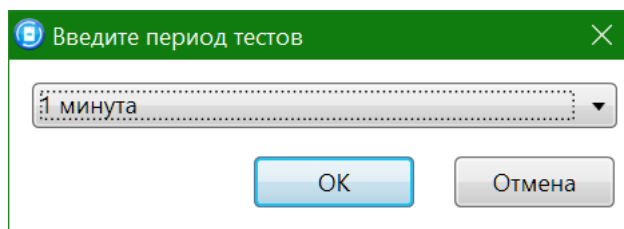

Рис. 5.34. Выбор периода тестов радиоустройства
- В следующем окне укажите период опроса радиоустройства (Рис. 5.34). Для охранных радиоизвещателей, устанавливаемых в проходной зоне (магнитоконтактный извещатель Ладога-МК-РК на входной двери, извещатель Фотон-12-РК в прихожей и т. д.) рекомендуется задавать небольшой период опроса (например, 15 секунд) для оптимизации использования алгоритмов задержки на постановку и снятие. Для остальных радиоизвещателей рекомендуется задавать больший период опроса (например, 1 минуту) во избежание быстрой разрядки их источников питания и перегрузки радиоканала.